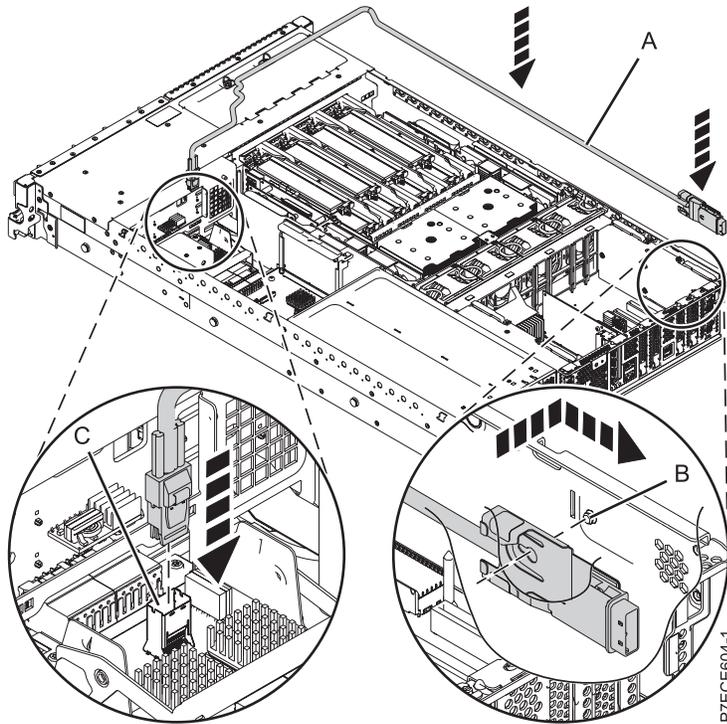

Figura 58. Sustitución del cable SAS
3. Conecte el mini conector SAS del cable SAS al puerto de conexión SAS interno (C) de la tarjeta intermediaria de almacenamiento hasta que encaje en su sitio. Consulte Figura 58 en la página 99.
4. Pase el cable (A) por delante del receptáculo elevador de memoria y a lo largo del canal de la pared lateral hasta que el conector de puerto SAS esté cerca de la apertura de la parte posterior del chasis.
5. Alinee y guíe la ranura de la abrazadera del conector de puerto SAS (B) por encima de la patilla de guía del chasis. A continuación, deslice el conector de puerto SAS en el orificio de la parte posterior del chasis hasta que la pestaña de la abrazadera encaje en su sitio.